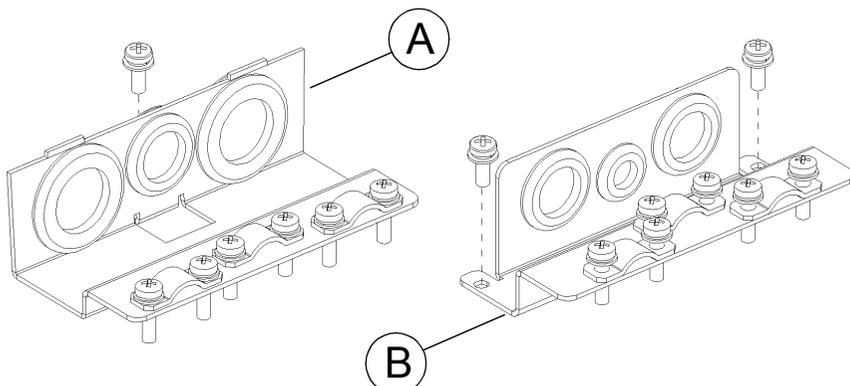

Abbildung 17 Kabeldurchführungsblech für **Leistungskabel (A)** und **Steuerkabel (B)**; Frequenzumrichter des Typs IP 21 / NEMA1.
Das Durchführungsblech für (B), siehe Abbildung 17.